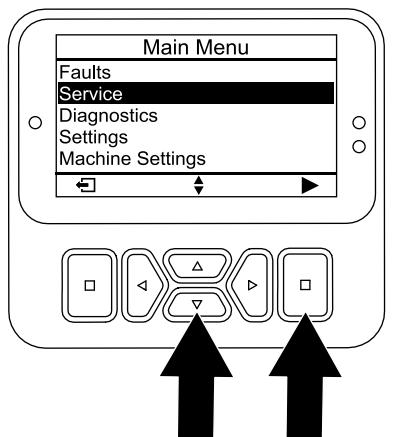

図 119
- サービスオプションが選択されるまで下ボタンを押し、次に選択ボタンを押す (図 119)。